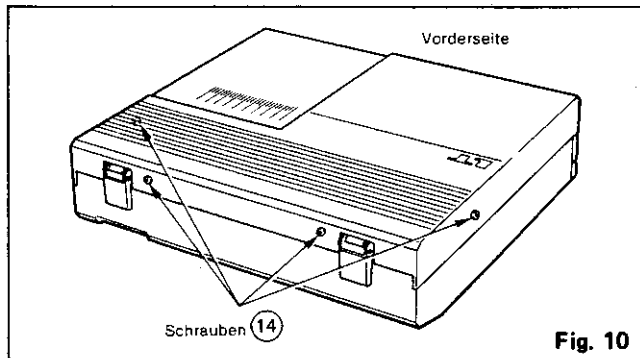

Fig. 10
1) Entfernen Sie die vier Schrauben 14 (siehe Abb. 10)